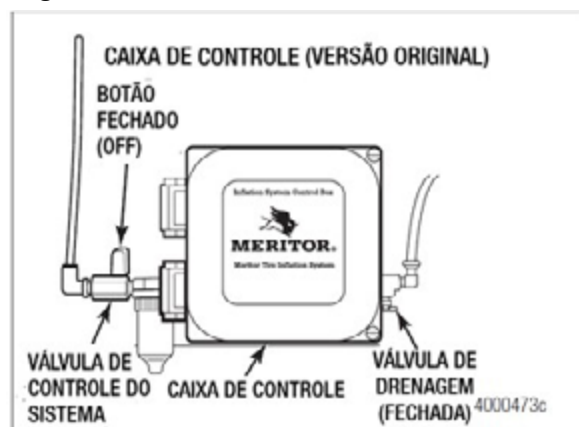
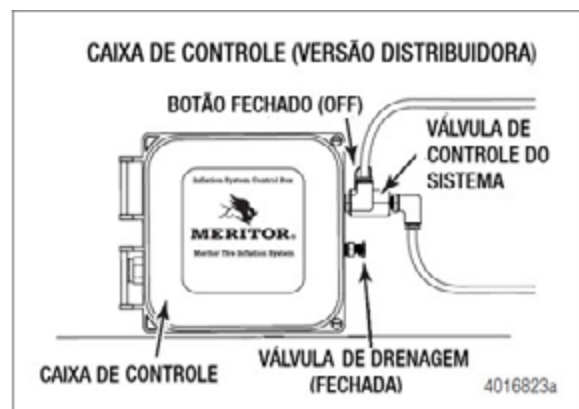

Figura 5.8
Figura 5.9
1. Gire a válvula de controle da linha de fornecimento de ar para a posição fechada na caixa de controle, para interromper a entrada de ar no sistema. Quando a válvula da linha de fornecimento de ar está fechada, o botão fica perpendicular ao corpo da válvula. Figura 5.8 e Figura 5.9.
2. Abra a válvula de drenagem para drenar o ar do sistema. Figura 5.8.